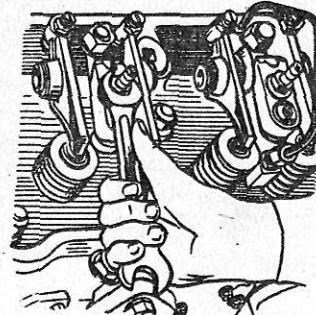
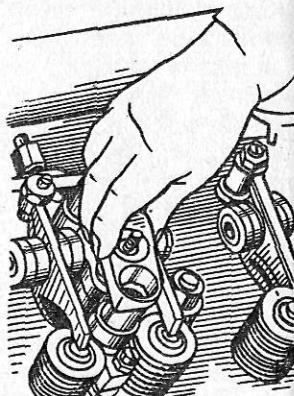

Рис. 81. Отвёртывание гайки скобы крепления форсунки
Рис. 82. Снятие скобы крепления форсунки
4. Отвернуть гайки скоб крепления форсунок (рис. 81), снять эти скобы (рис. 82) и форсунки, предохраняя распылители от ударов и засорения отверстий.